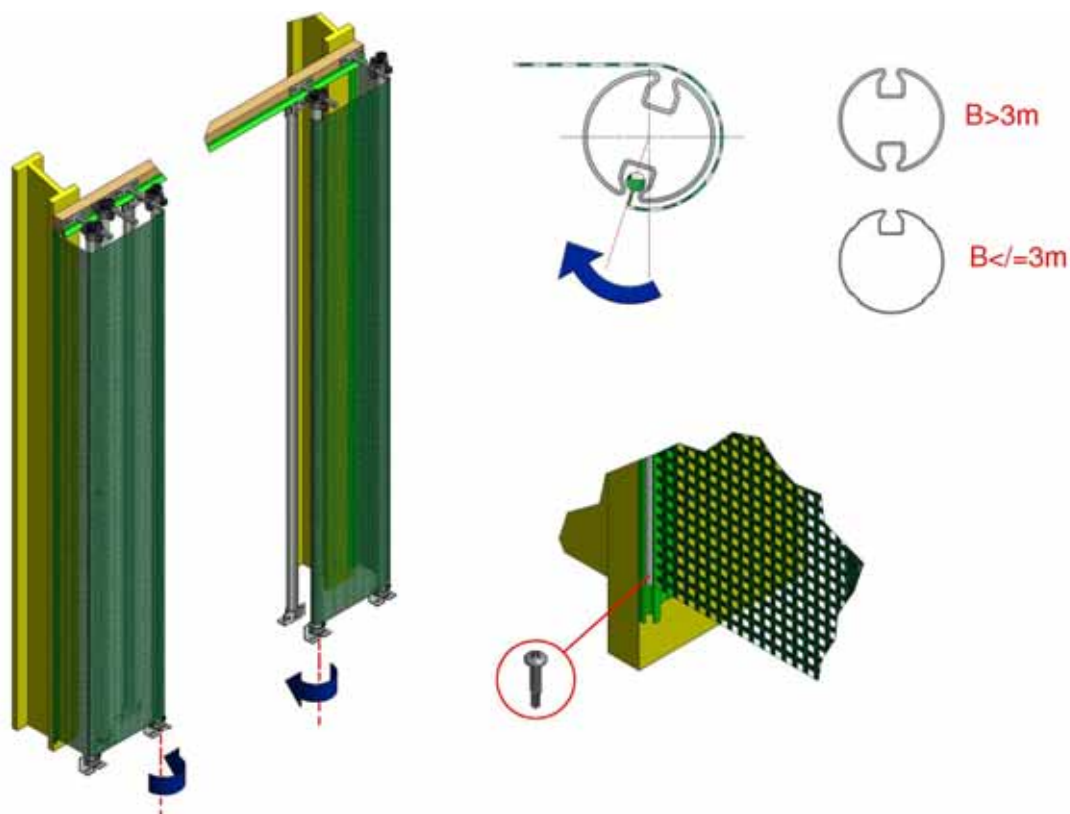

Abbildung 22: Endabdeckungen
4.10 Nach Abschluss der Einstellungen am Elektromotor, einschließlich der Endschalter, müssen die äußeren Endabdeckungen (V1) montiert werden, siehe Abbildung 22. Eine Kador-Kante der Abdeckung in das Vertikalprofil (F1) am Gebäude, die andere in die Rille auf dem Führungsrohr einschieben. Die Abdeckungen werden vertikal von Hand gespannt und genau so wie der Vorhang mit Schrauben befestigt. Durch Drehen des vertikalen Rohrs, an dem die Abdeckung befestigt ist, wird eine seitliche Spannung erzeugt. Nach dem Spannen kann das Vertikalrohr mit Hilfe der mitgelieferten Kreuzverbindungsklemmen (G2) festgeklemmt werden.